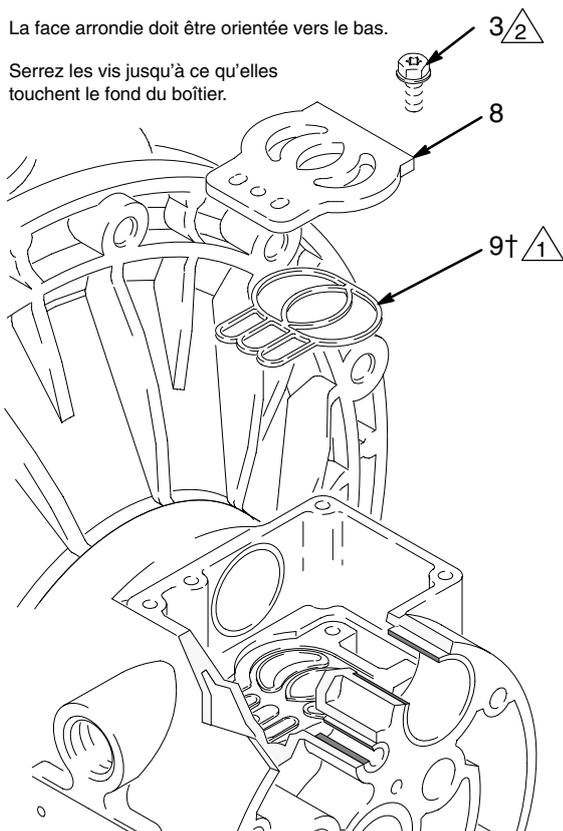

Fig. 10 03947
5. Vérifiez la plaque de vanne (8) en place. Si elle est endommagée, utilisez un tournevis Torx (T20) ou une clé à douille de 7 mm pour retirer les trois vis (3). Retirez la plaque de vanne (8) et, sur les modèles avec un boîtier central en aluminium, le joint (9). Consultez la Fig. 10.
2. Dans le cas de modèles avec boîtier central en aluminium, installez le joint (9†) de la plaque de vanne dans la rainure située au fond de la cavité de la vanne. La partie arrondie du joint **doit** être orientée **vers le bas** dans la rainure. Consultez la Fig. 10.
3. Installez la plaque de vanne (8) dans la cavité. Dans le cas des modèles avec boîtier central en aluminium, le plateau est réversible, de sorte que les deux faces peuvent être orientées vers le haut. Installez les trois vis (3) en utilisant un tournevis Torx (T20) ou une clé à douille de 7 mm. Serrez jusqu'à ce que les vis touchent le fond du boîtier. Consultez la Fig. 10.